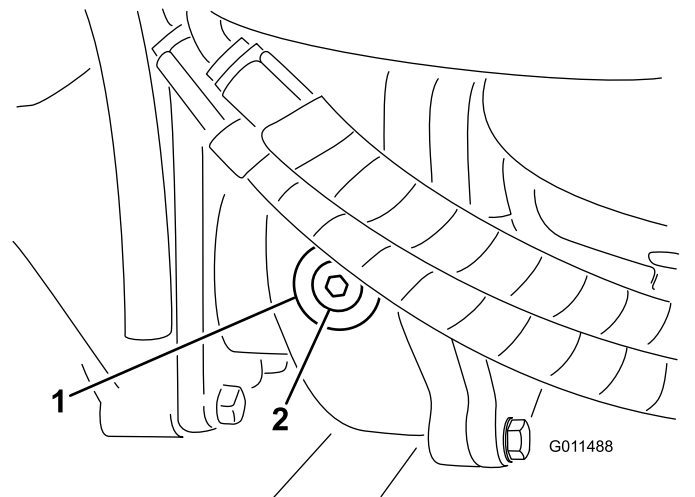

Bild 74
- Entfernen Sie die Prüf-/Füllschraube an der linken Getriebeseite (Bild 74) und stellen sicher, dass der Schmierstoff die Unterseite des Lochs erreicht. Füllen Sie bei einem niedrigen Stand genug Schmiermittel auf, um den Stand bis an die Unterseite des Lochs anzuheben.